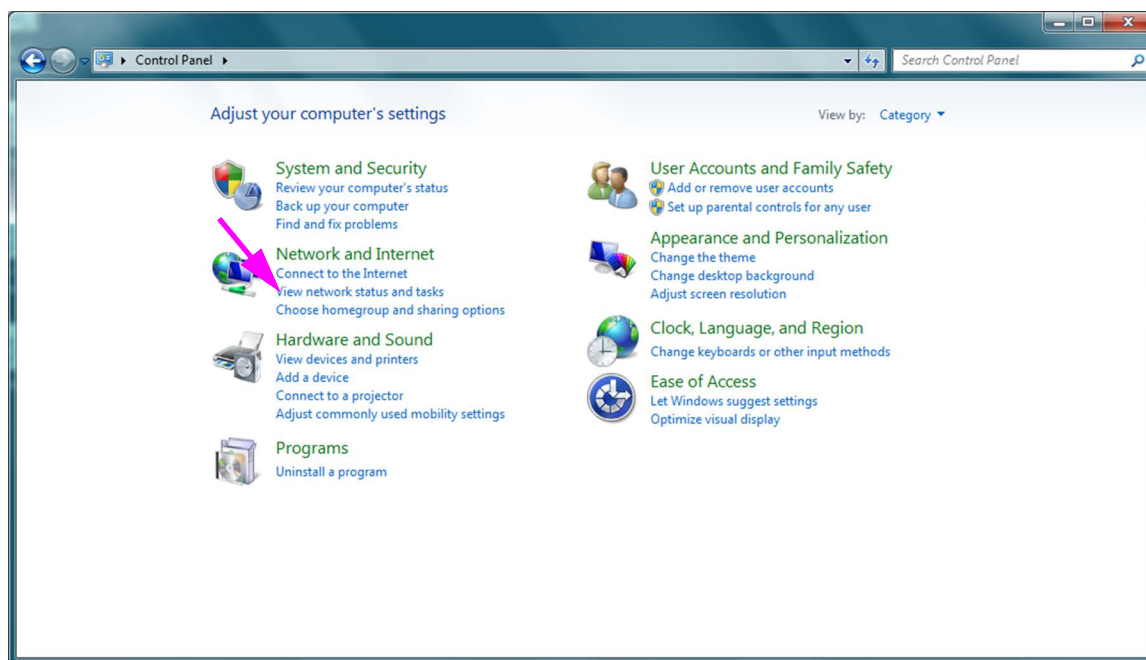

Figure 2-37. Fenêtre Tous les éléments du Control Panel (Panneau de configuration) – Affichage des catégories
3. Sélectionnez **Control Panel** (Panneau de configuration). Si l'affichage est défini sur **Category (Catégorie)**, l'écran apparaît tel qu'illustré dans la Figure 2-37.